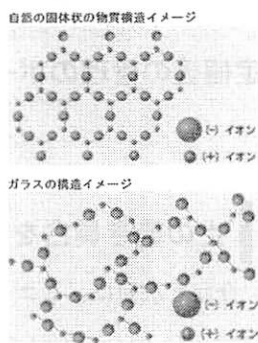

図3 物質構造イメージ
融けた鋼は冷えて固まって鋼に戻り、特有の結晶構造を持っています。ところが、ガラスの主成分（ SiO_2 ）と同じ組成である水晶の融液は、冷えても水晶に戻らないで、ただの塊になってしまうのです。これが「ガラス」と称されるものなのです。つまり、図3の物質構造イメージにあるように、一定の規則正しい原子の配列が失われ、不規則な原子配列の物質になるのです。専門的には、アモルファス状態というようです。辞典（小学館、カタ
- 2) 図3は<https://www.asahiglassplaza.net/gp-pro/knowledge/vol27.html>より。